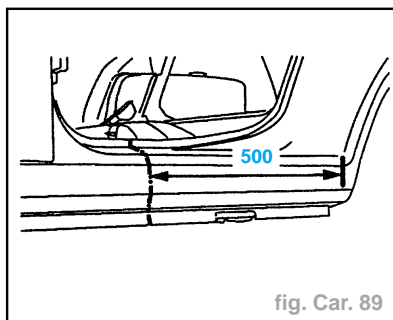

fig. Car. 89
- Tracer puis découper à l'aide d'une meule épaisseur 1 mm (coupe provisoire) (fig. Car. 89).